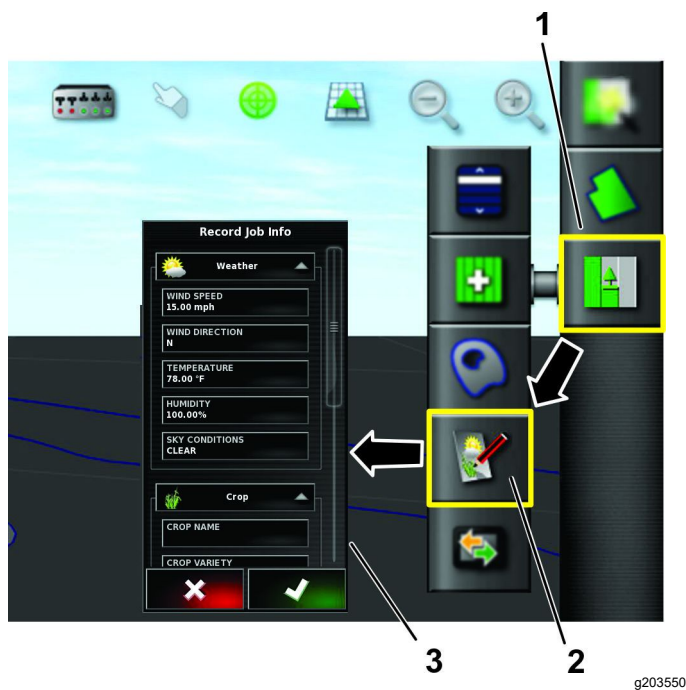

Bild 24
2. Tippen Sie auf das Jobmenü-Symbol (Bild 24).
3. Tippen Sie auf das Symbol für das Aufzeichnen der Jobinformationen (Bild 24).